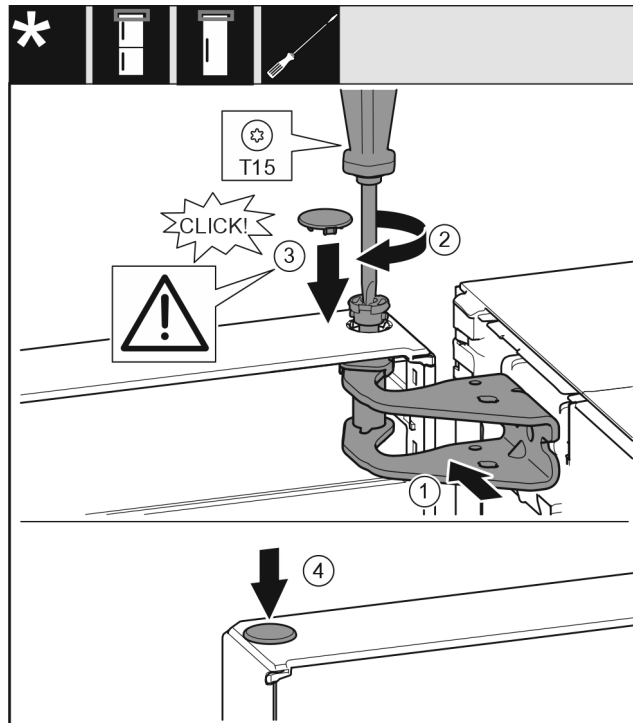

Fig. 15
- ▶ Allineare la porta in alto all'apertura nel blocco di supporto. Fig. 15 (1)
- ▶ Inserire i perni e serrare con il cacciavite T15. Fig. 15 (2)
- ▶ Montare la copertura di protezione della porta: inserire la copertura di protezione e controllare se appoggia sulla porta. Altrimenti inserire completamente il perno. Fig. 15 (3)
► Inserire i tappi. Fig. 15 (4)